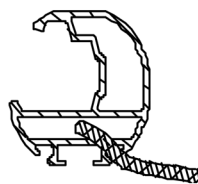

Bild 4.2.2
- Seil mittels Band durch das Transportprofil ziehen (richtige Kammer beachten, Bild 4.2.2)